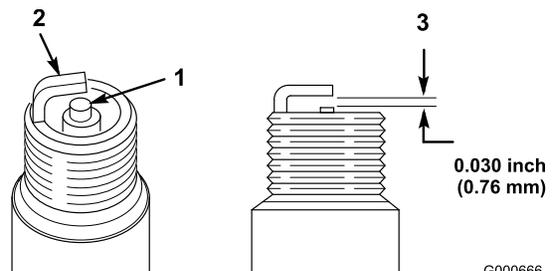

Figure 27
- Examinez le centre de la bougie (Figure 27). Si le bec isolant est recouvert d'un léger dépôt gris ou brun, le moteur fonctionne correctement. S'il est recouvert d'un dépôt noir, cela signifie généralement que le filtre à air est encrassé.
- Contrôlez l'écartement entre les électrodes centrale et latérale (Figure 27) et pliez l'électrode latérale si l'écartement est incorrect.